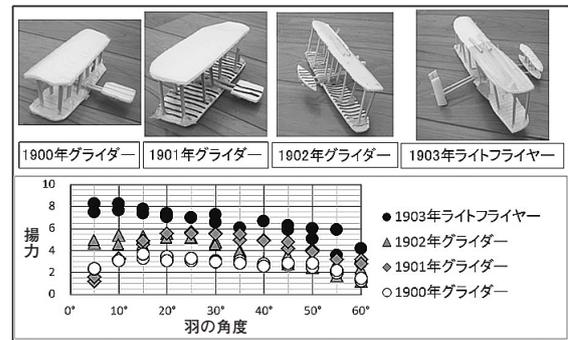

図9 ライト兄弟の羽の揚力を測定
(8) ライト兄弟のことを調べるうちにNASAのWebサイトで、ライト兄弟の飛行機の型紙を見つけた。ぜひ自分の風洞で揚力を調べてみたいと思い、型紙をダウンロードして食品トレイの発泡スチロールで作り、揚力の測定をした（図9）。予想通り年代が後